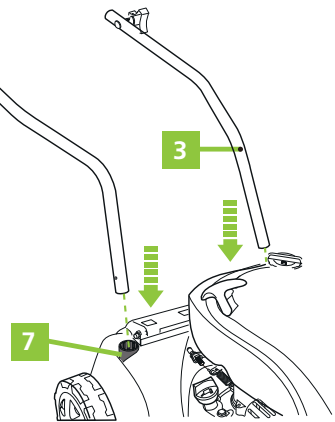

Abbildung 2
2. Schieben Sie die unteren Stege (3) bis zum Ende in die Abdeckwinkel (7). Achten Sie darauf, dass die Befestigungsbohrungen der unteren Stangen mit denen der Halterungen fluchten (Abb. 2).